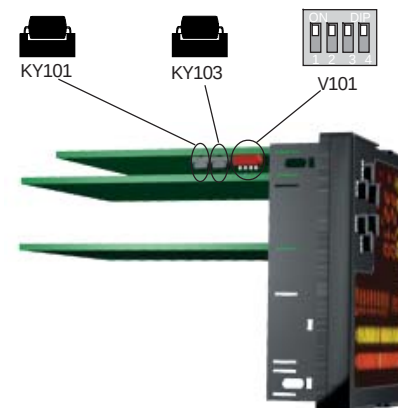

Fig. 22
Due circuiti integrati (KY101 e KY103) montati su zoccolo e posizionati come indicato nella fig. 22, permettono di verificare se le opzioni desiderate sono presenti nello strumento.
1) Tramite V101 (vedere fig 22) è possibile selezionare uno dei seguenti modi: